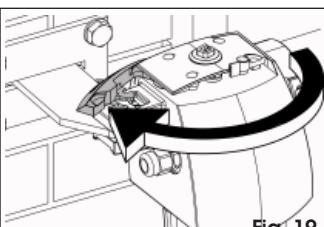

Fig. 19
4. Tourner le levier de déverrouillage jusqu'à son arrêt (Fig. 19).